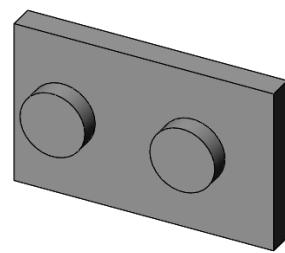

图 5-9 移动/复制实体特征
- [5] 单击【确定】按钮 ，移动/复制实体特征，如图 5-9 所示。